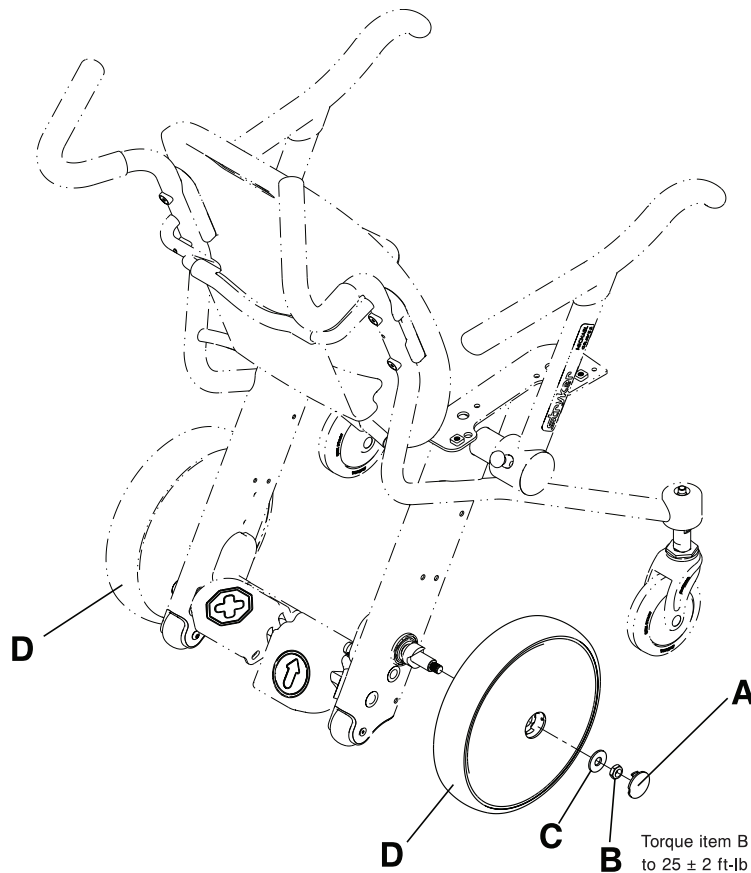

Figura 5-28: Substituição da roda traseira
2. Com um gancho, retire e elimine a tampa da porca central da roda traseira (A) (Figura 5-28 na página 5-46).
3. Com uma chave tubular de 3/4" e uma chave com roquete de 3/8", retire e elimine a porca central da roda traseira (B) (Figura 5-28 na página 5-46).
4. Retire e elimine a anilha central (C) (Figura 5-28 na página 5-46).
5. Agarre na roda traseira com ambas as mãos e puxe para fora para remover a roda traseira (D). Elimine a roda traseira.
6. Inverta os passos 2 a 5 para instalar a roda traseira fornecida. Com uma chave dinamométrica de 3/8", rode a porca central da roda traseira (B) até  $25 \pm 2$  ft-lb ( $34 \pm 3$  Nm).